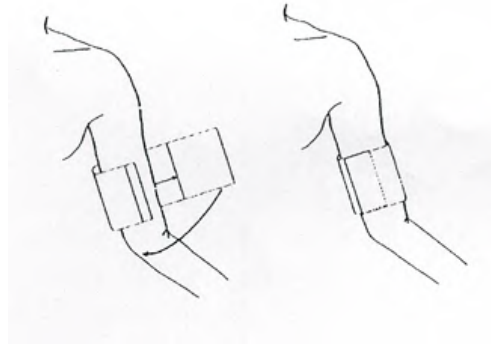

Figura 14-1 Applicazione del manicotto
2. Applicare il manicotto per la pressione dell'aria al braccio del paziente oppure alla sua gamba seguendo le indicazioni fornite di sotto (Figura 14-1).